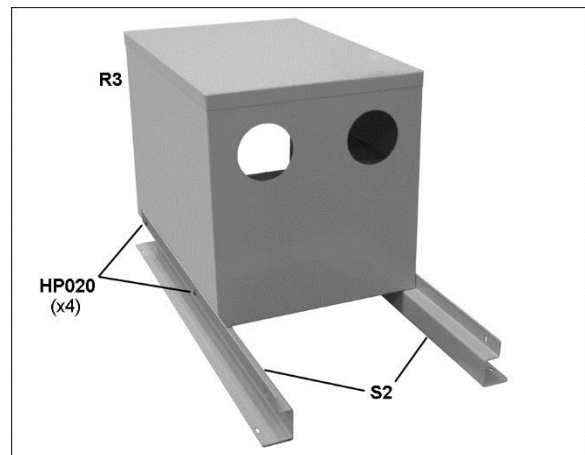

Figure 7-12
8. Installer les supports inférieurs (S2) sur l'arête inférieure du boîtier de rangement dans l'orientation indiquée à la figure 7-12.